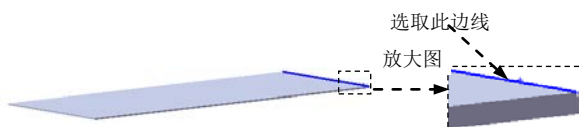

图 14.3.14 定义特征的边线
(2) 定义特征的边线。选取图 14.3.14 所示的模型边线为生成褶边的边线。选取“折弯在外”选项.
(3) 定义褶边类型和大小。在“类型和大小(T)”区域中选择“滚轧”选项。在文本框中输入角度值 300.0, 在文本框中输入半径值 0.4。
(4) 单击按钮, 完成褶边 1 的创建。